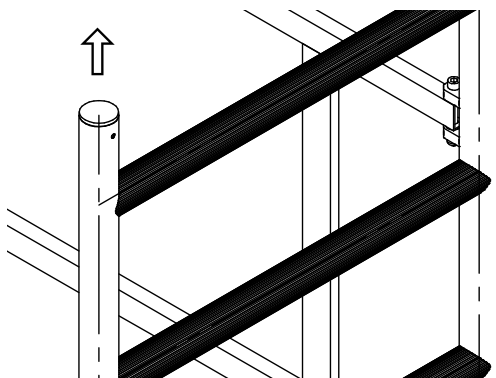

Rys. 25 Montaż bramki
2. Następnie należy za pomocą kluczy zawartych w zestawie zamontować bramkę do drabin. Należy pamiętać o zamontowaniu podkładek (Rys. 25).